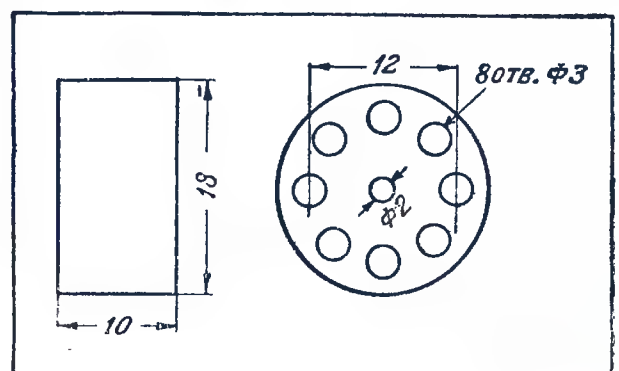

Рис. 7. Барабан ротора мотора
3. Ротор мотора (рис. 7) сделан из куска круглого железа; за отсутствием такого железа может быть взят набор кружков, нарезанных из листового кровельного железа, жести или трансформаторного железа любой толщины.